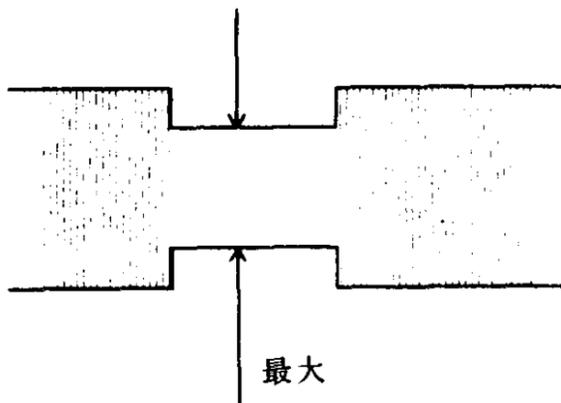

图 2-9
3. 重放F6-N测试带，调节 X值调整螺母 D，使CH1通道的PB FM 信号最大。(参阅图2-9。)